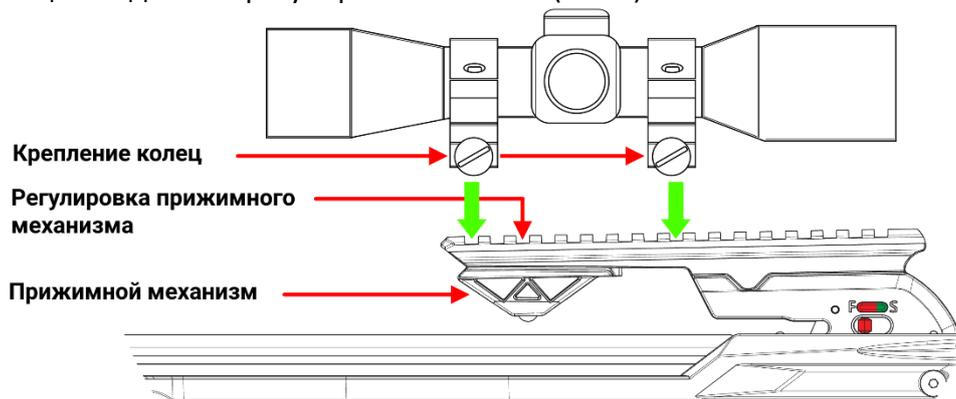

Рис.6
7. Установите прицел на прицельную планку. При прикладке и прицеливании, окуляр установленного прицела должен находиться примерно в 10 см от глаза стрелка. Затяните крепления колец прицела с помощью монеты (Рис.6).
8. Сверху прицельной планки расположен регулировочный винт для настройки жёсткости прижимного механизма. В новом арбалете регулировка не требуется. При ослаблении прижимного механизма в процессе эксплуатации подтяните регулировочный винт (Рис.6).